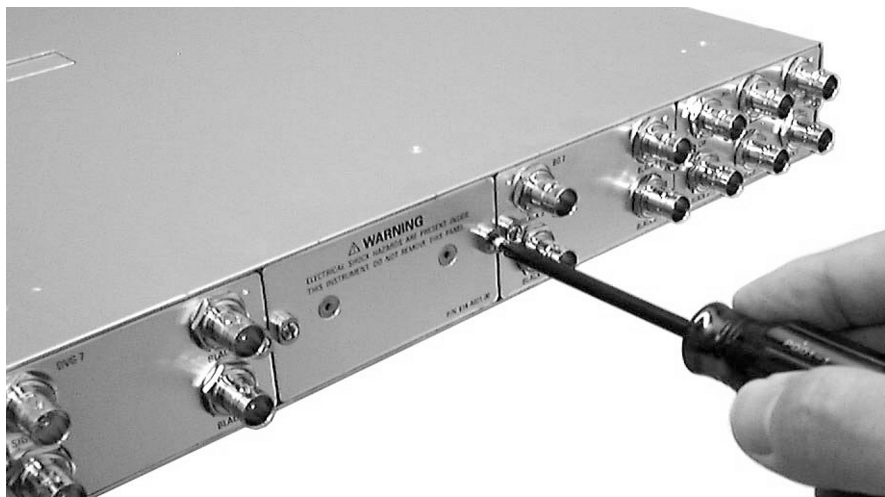

図 2 : ブランク・パネルの取り外し
3. インストールしたいスロットに取り付けられているブランク・パネルを外します（図 2 参照）。プラス・ドライバを使用して左右 2 本のネジを完全に緩めてから、手前に引いてください。